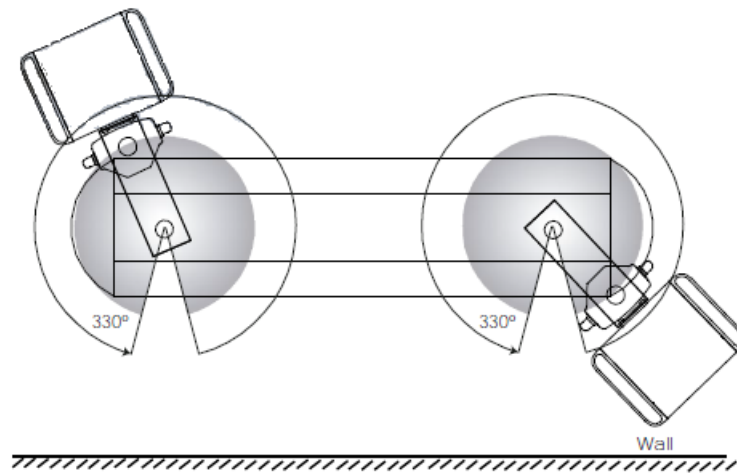

Abb. 10 Drehbereich für die Auslegerarme in einem Abschnitt von ABITUS
- Um den Drehanschlag auf der rechten Seite der Säule einzustellen, bringen Sie die Säule in ihre maximale Position, wie oben rechts in Abbildung 10 dargestellt.